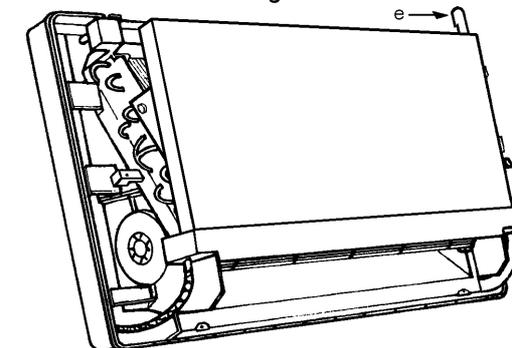

Fig.8
e) Accrocher (fig. 8) l'appareil aux deux supports du plafond. Maintenir l'appareil écarté du plafond à l'aide des chainettes.
e) Hang (fig. 8) the unit on the two ceiling brackets. Keep the unit apart from the ceiling by using the safety chains.
i) Une fois les raccordements effectués, enlever les chainettes et fixer les supports (fig. 8) avec les vis spéciales fournies dans le kit. Ces vis coulissent dans des trous oblongs qui permettent de parfaire le réglage d'inclinaison de l'appareil.
i) Once the connections are made, withdraw the safety chains and fix the supports (fig. 8) with the special screws provided in the kit. These screws slide in oblong holes and permit to perfect the tilting adjustment of the unit.